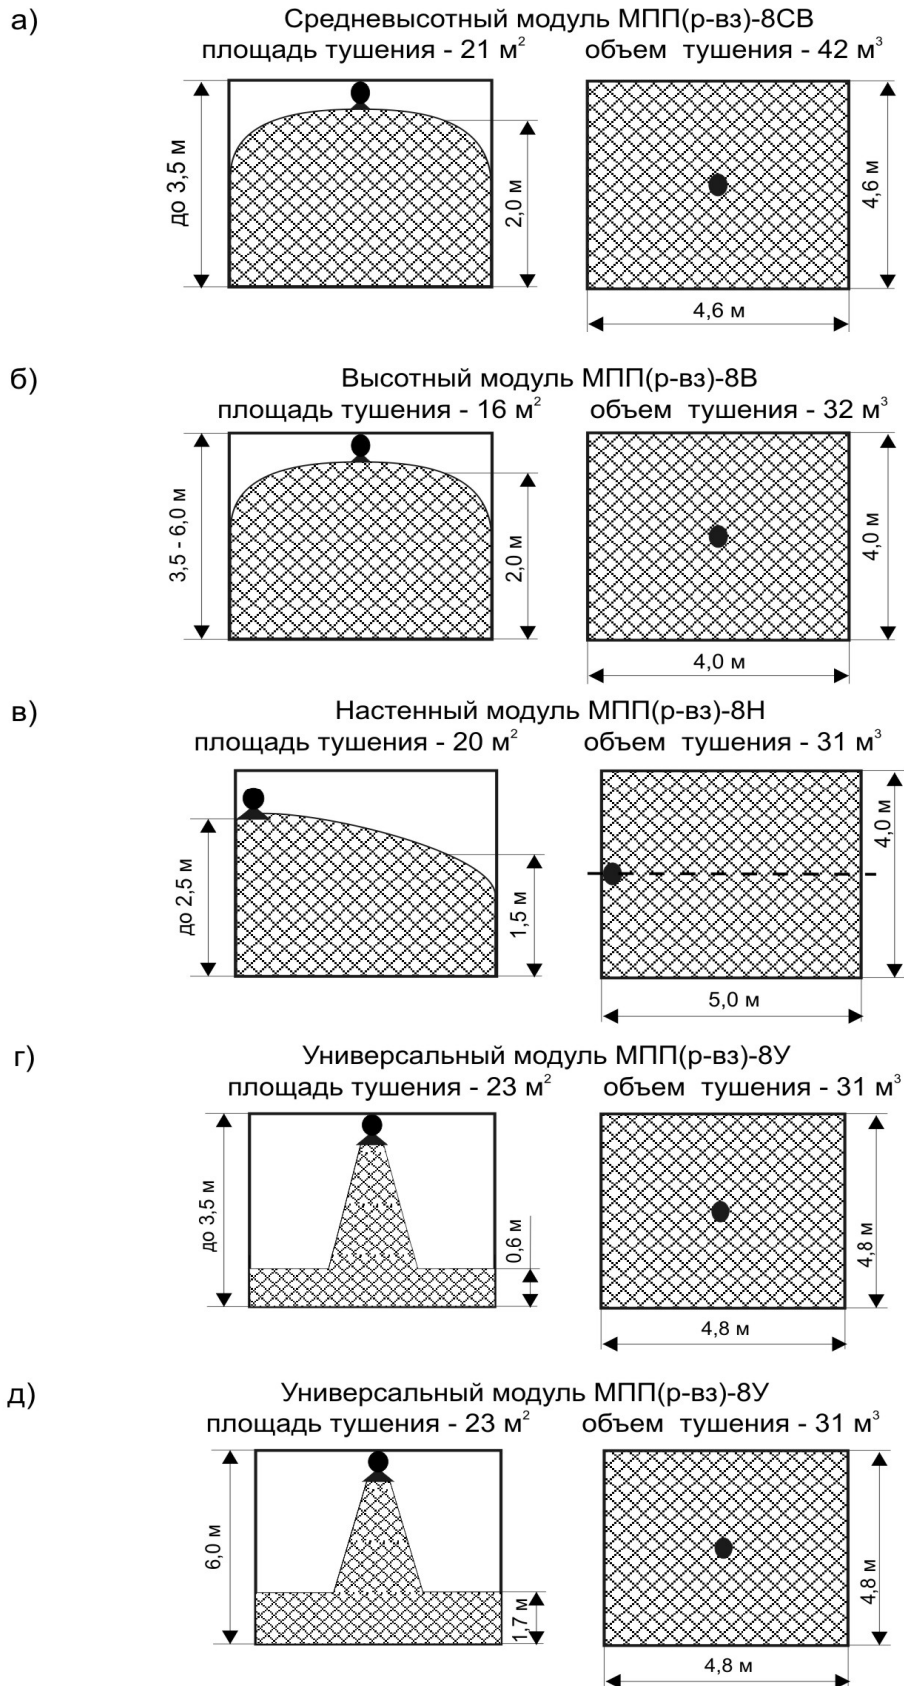

Рисунок 5.1. Конфигурация распыла
6.6 Конфигурация распыла порошка – изображение области, в которой достигается тушение, приведена на рис. 5.1, 5.2.